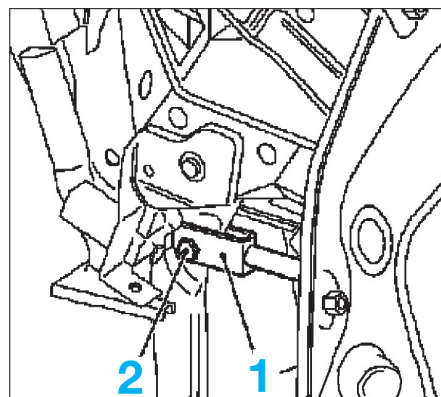

FIG. 20
- l'axe de fixation (2) de la pédale sur la tige de commande (1) du servofrein (fig. 20).